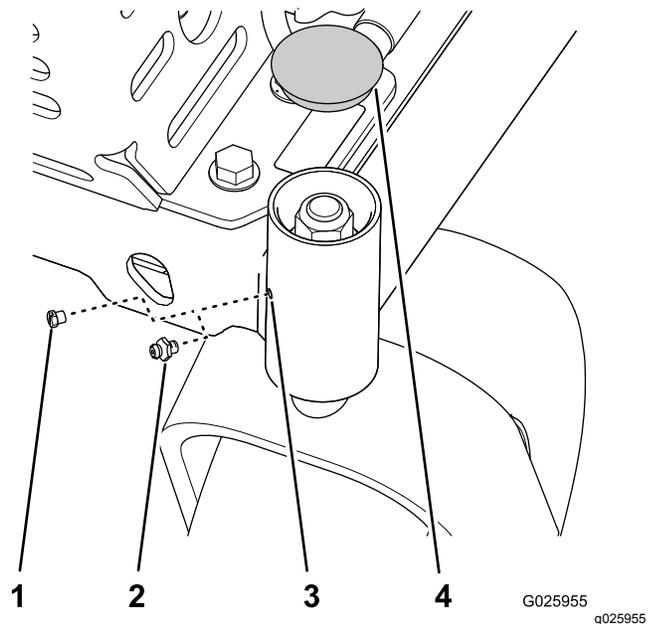

Figura 32
1. Retire la tapa y el tapón hexagonal de la parte superior del pivote de la rueda giratoria (Figura 32).
2. Enrosque un engrasador en el orificio (Figura 32).
3. Bombee grasa en el engrasador hasta que rezume alrededor del cojinete superior (Figura 32).
4. Retire el engrasador y vuelva a colocar el tapón que retiró en 1 (Figura 32).
5. Instale la tapa que retiró en el paso 1 (Figura 32).